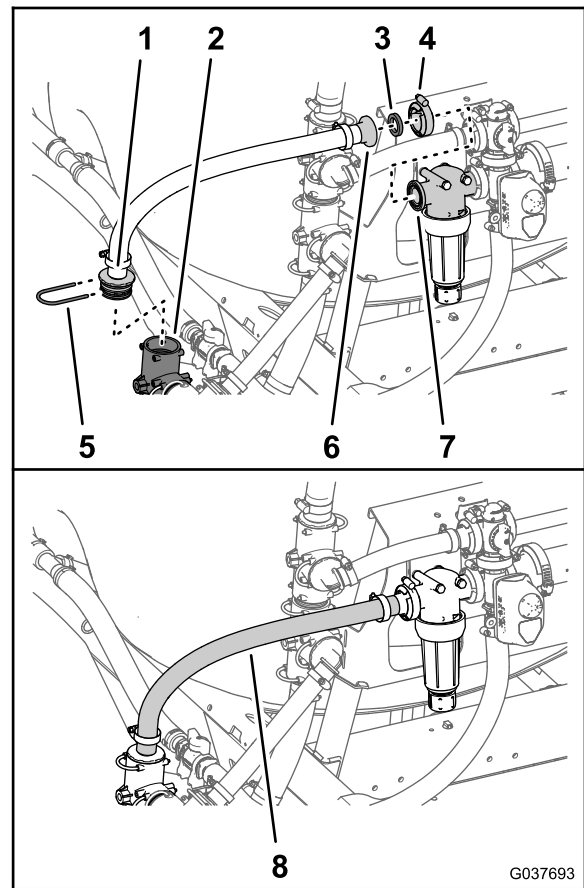

Figure 60
1. Fixez le raccord droit cannelé du flexible d'alimentation de collecteur au raccord en T de la pompe de pulvérisation (Figure 60) à l'aide de l'étrier que vous avez retiré à l'opération 5 de **Dépose des flexibles de dérivation d'agitation et d'alimentation du pulvérisateur** (page 18).
2. Fixez le raccord à bride cannelé du flexible de dérivation de collecteur et le joint (25 x 35 mm) sur la bride de la tête du filtre (Figure 60) à l'aide d'un collier bride (40 à 64 mm).